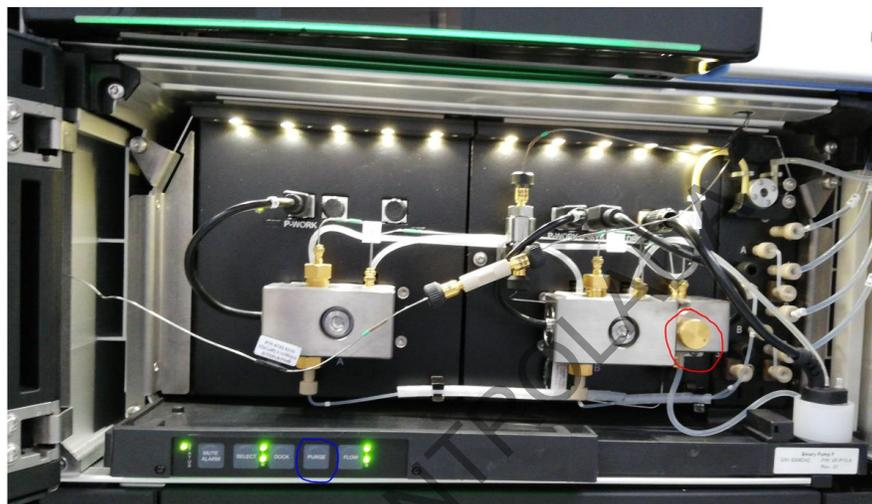

Figura 16 Bomba Vanquish, en rojo la válvula de purga, en azul el botón de purga
- 7.7.8** En el módulo de la bomba presione "PURGE" Ver Figura 16, botón señalado en azul. La bomba empieza a purgar los canales A1 y B1 por 5 minutos a 3 mL/min.